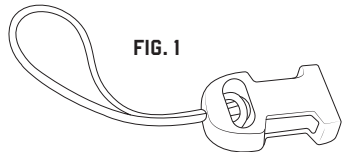

FIG. 1
1. The 3136 barcode scanner adaptor strap attaches to the barcode scanner using the two small loop attachments on the end of the modular female buckles. Detach the female buckle ends from the rest of the barcode scanner adaptor strap for installation [fig. 1]
1. La correa de adaptador para escáneres de códigos de barras 3136 se engancha al escáner mediante los dos pequeños conectores de lazo del extremo de las hebillas modulares hembra. Suelte los extremos de la hebilla hembra para colocarla en el escáner [fig. 1].
1. La sangle d'adaptation 3136 s'attache au lecteur de code-barres à l'aide des deux petites boucles d'attache souples situées à l'extrémité des fermoirs femelles. Pour l'installation, détachez de la sangle d'adaptation la partie constituée du fermoir femelle muni de sa boucle d'attache souple [fig. 1]